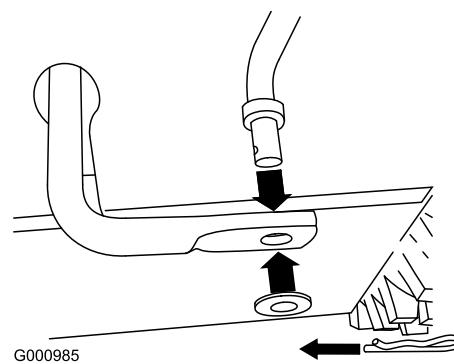

Рисунок 10
1. Выньте спиллинт и снимите шайбу с нижнего конца штока управления скоростью, затем вставьте нижний конец штока в нижнее коромысло так, чтобы изогнутый конец штока управления скоростью был направлен назад (Рисунок 10).